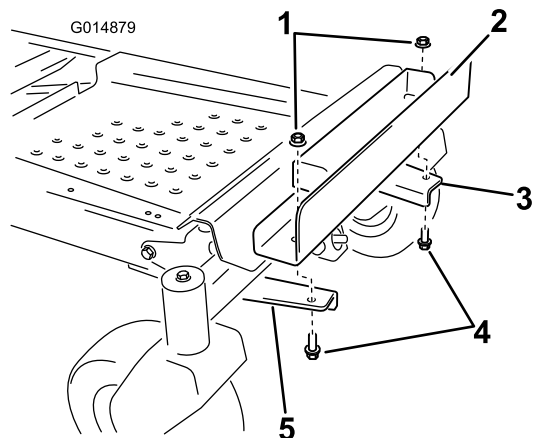

Figure 8
6. Fixez le support de masse aux supports de fixation en alignant les trous extérieurs du support avec les supports de fixation installés précédemment (Figure 8).
7. Fixez le support de masse au moyen de 2 boulons (3/8 x 1 po) et 2 contre-écrous (3/8 po) (Figure 8).